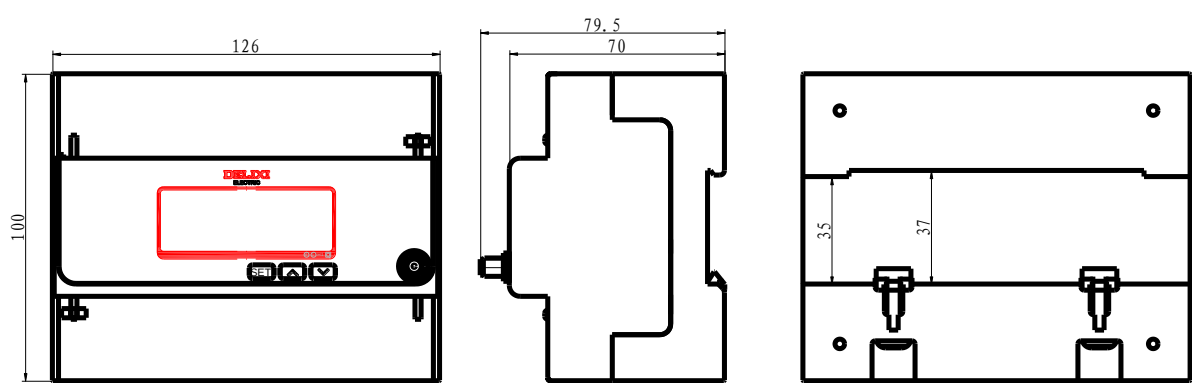

图 3 外形及安装尺寸
- 6.13 采用标准35mm导轨式安装，外形及安装尺寸图如图3所示。